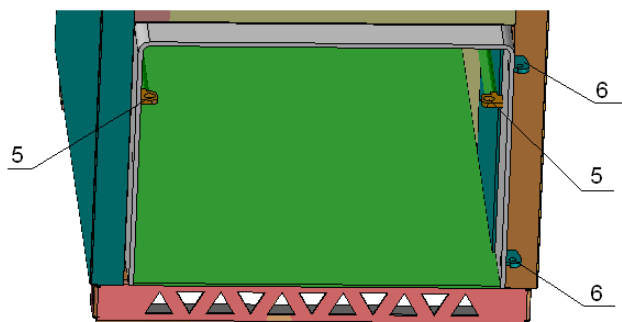

Рис.13 Крепление горелок УГТ-19S; УГТ-24S; УГТ-35S; УГТ-45S
6.3На кронштейны 6 (рис.13) для котлов **КС-ТГ – 12/16S**;
6.3 У котлов **КС-ТГ-30/30S**; **КС-ТГ-40/40S** для крепления горелок УГТ (рис.16) требуется: снять кронштейны 10 (левый и правый) с щитка горелки и установить на кронштейны 5 (рис.13,16) котла.